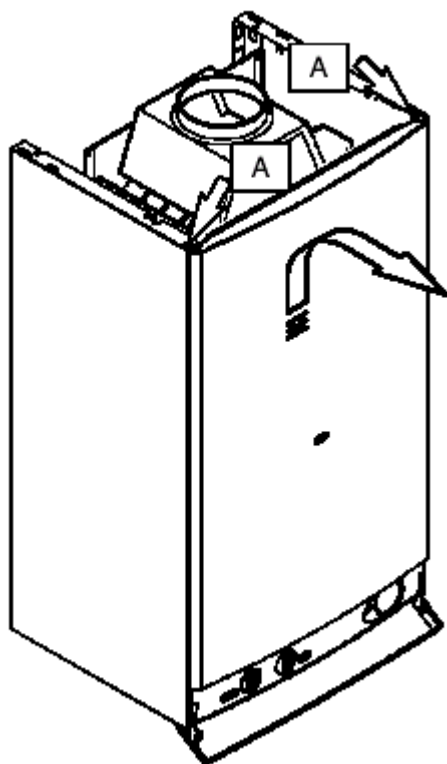

Fig. 9.1.
1. Desapertar os parafusos “A”. Retirar o painel frontal deslocando-o para cima, de modo a que se solte dos ganchos inferiores, fig. 9.1.